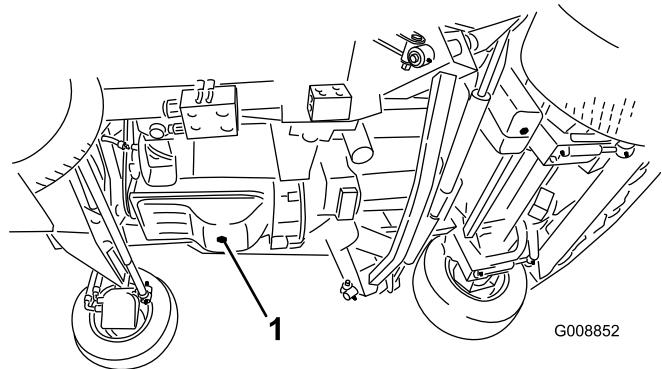

Bild 58
- Entfernen Sie die Ablassschraube (Bild 58) und lassen Sie das Öl in die Auffangwanne ab. Schrauben Sie die Ablassschraube wieder ein, nachdem das Öl abgelaufen ist.